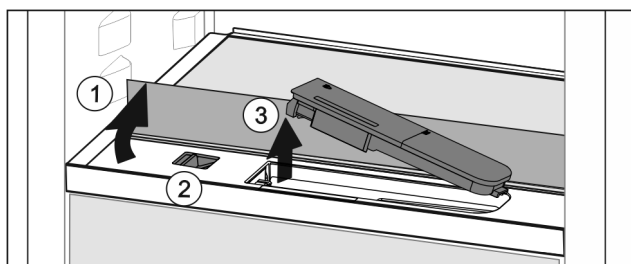

Fig. 56
- ▶ Підняти скляну панель і відкинути до упору назад *Fig. 56 (1)*.
- ▶ Посуньте повзунок *Fig. 56 (2)* уліво.
- ▶ Вийняти бак для води *Fig. 56 (3)*.